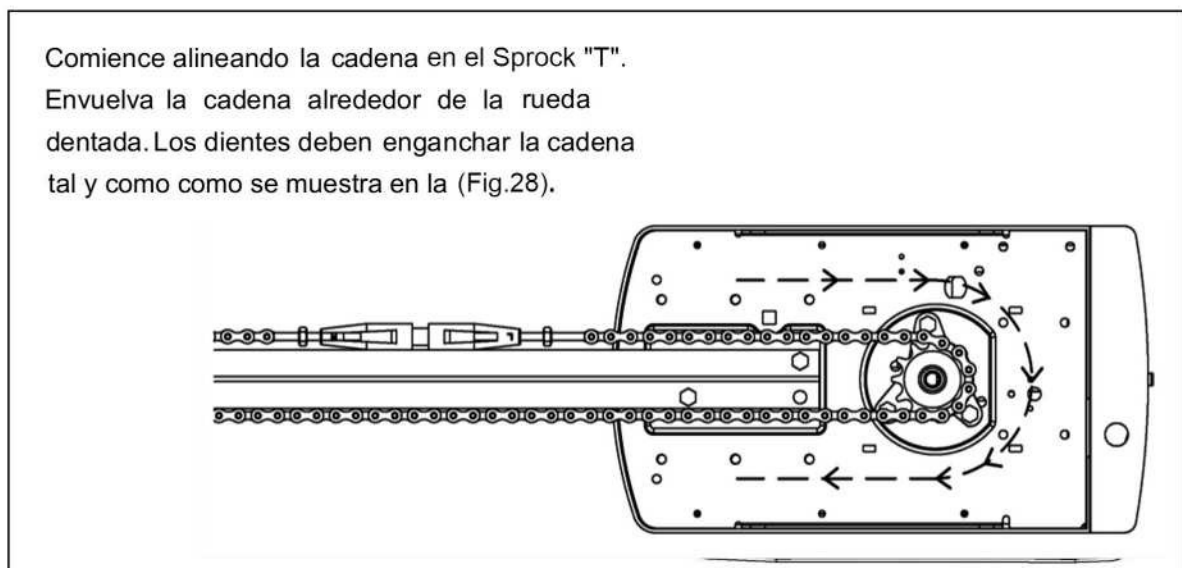

Fig.28
5.13.-Instalando la Cadena en el Sprock "T" (Fig.28).